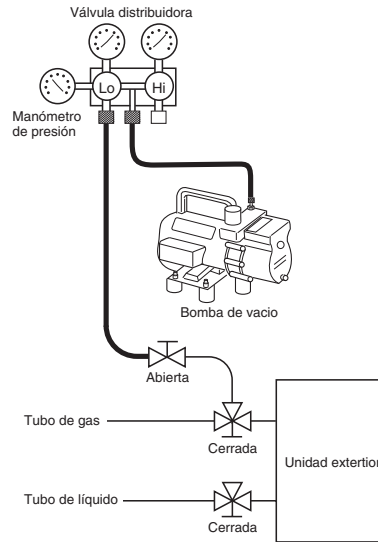

Fig. 8-4
- (1) Fije el extremo de la manguera de carga descrita en los pasos anteriores a la bomba de vacío para evacuar las tuberías y la unidad interior. Confirme que la perilla "Lo" de la válvula distribuidora esté abierta. Después, ponga en funcionamiento la bomba de vacío.
- (2) Cuando se alcance el vacío deseado, cierre la perilla "Lo" de la válvula distribuidora y pare la bomba de vacío. Confirme que el manómetro de presión indique menos de  $-101\text{ kPa}$  ( $-755\text{ mmHg}$ , 5 Torr) después de 4 a 5 minutos de funcionamiento de la bomba de vacío. (Fig. 8-4)